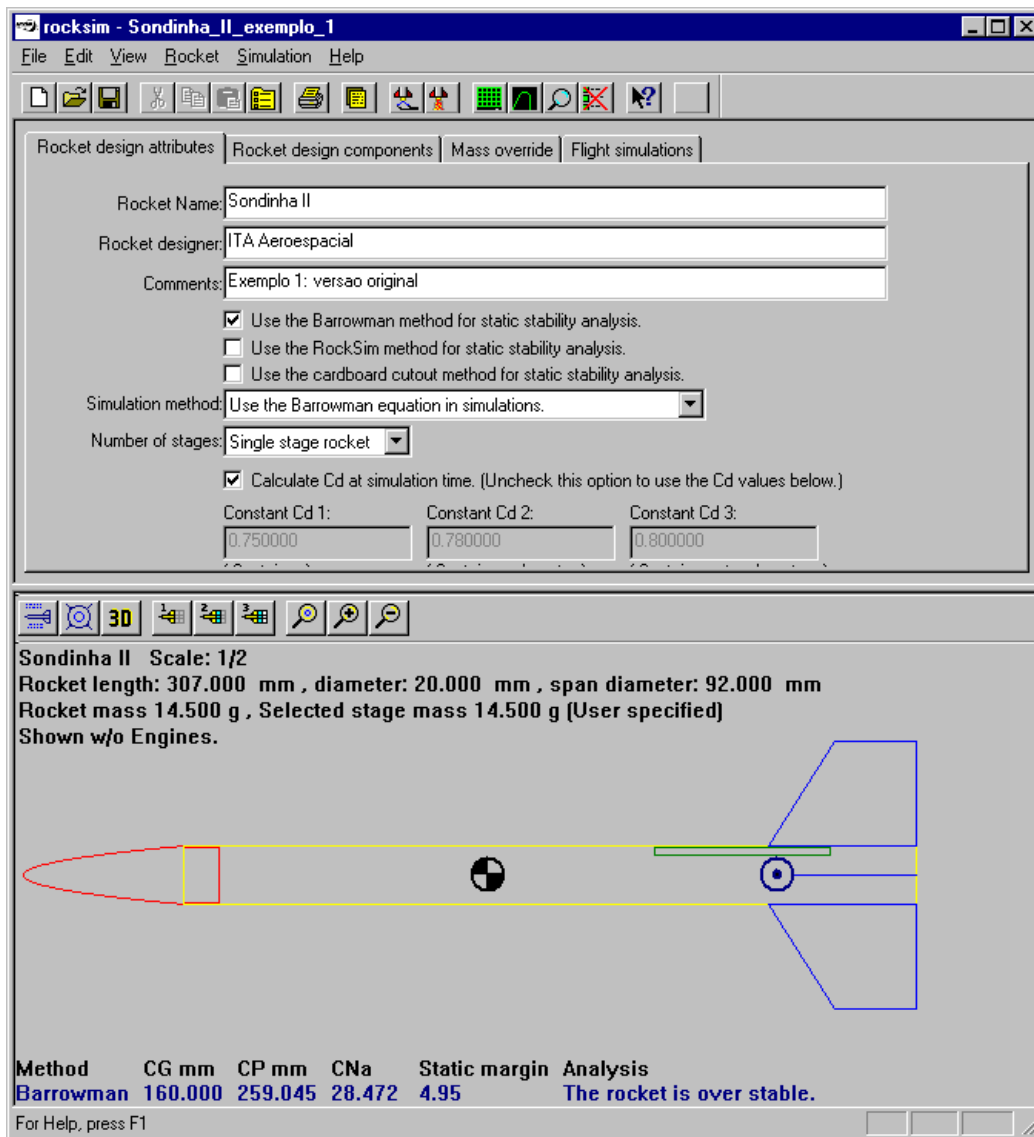

Figura 1. Resultados do arquivo "Sondinha\_II\_exemplo\_1.rkt".
- (e) Conferir se os resultados mostrados na janela principal são os mesmos da Figura 1, abaixo